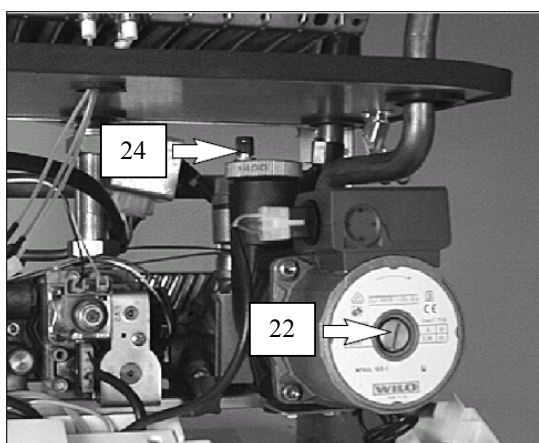

Рис. 6.3.
7. Ослабьте заглушку автоматического воздухопускника поз.24 (рис. 6.3).
11. Снимите заглушку поз.22 (рис. 6.3). и разблокируйте насос, поворачивая ротор отверткой. Одновременно выпустите воздух из насоса.